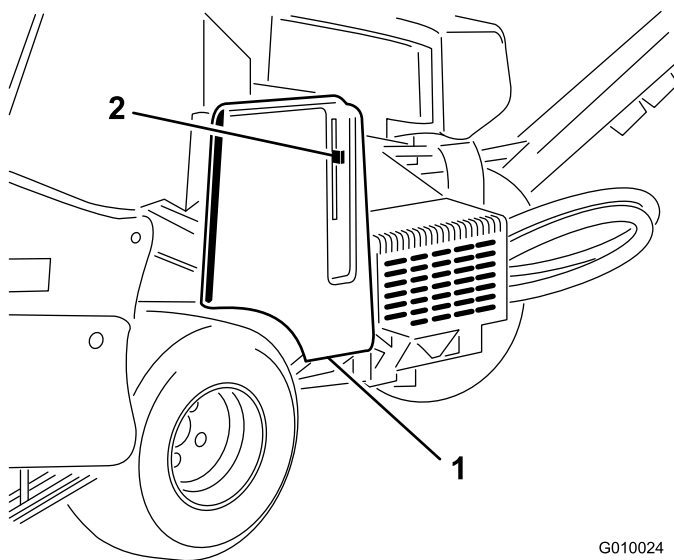
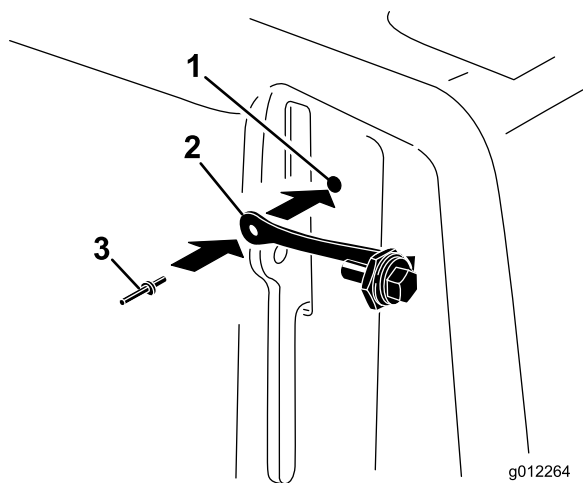

Figura 6
Figura 7
1. Localice el orificio de la cubierta de la correa, junto a la palanca del cierre (Figura 6 y Figura 7).
2. Usando el orificio de la cubierta de la correa, instale el conjunto de la trabilla con un remache ciego (Figura 7).